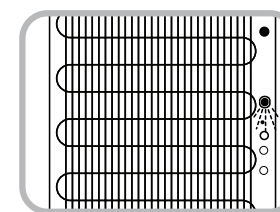

Fig.5
10. Tournez dans le sens antihoraire pour ouvrir le Bouchon de Drainage et vider l'eau des réservoirs. Ne pas incliner l'appareil pour égoutter l'eau. (Fig. 5)